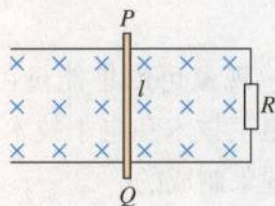

图 4.5-5 导体 PQ 向右运动
3. 设图 4.5-5 中的磁感应强度 $B = 1 \text{ T}$, 平行导轨宽 $l = 1 \text{ m}$, 金属棒 PQ 以 1 m/s 速度贴着导轨向右运动, $R = 1 \Omega$, 其他电阻不计。